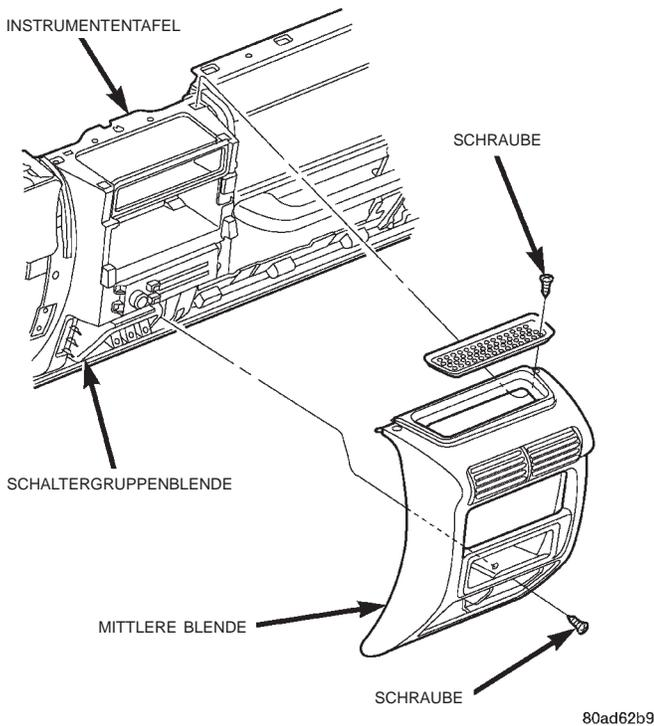

Abb. 2 Mittlere Blende aus- und einbauen
- (1) Batterie-Minuskabel (-) abklemmen und elektrisch isolieren.
- (2) Die obere Abdeckung der Instrumententafel von der Instrumententafel abbauen. Näheres hierzu siehe Kapitel 8E, "Instrumententafel und Anzeiginstrumente".
- (3) Aschenbecher vom Gehäuse an der mittleren Blende des Unterteils der Instrumententafel abbauen.
- (4) Die eine Schraube an der Rückseite des Aschenbechergehäuses lösen, mit der die mittlere Blende am Unterteil der Instrumententafel befestigt ist (Abb. 2).